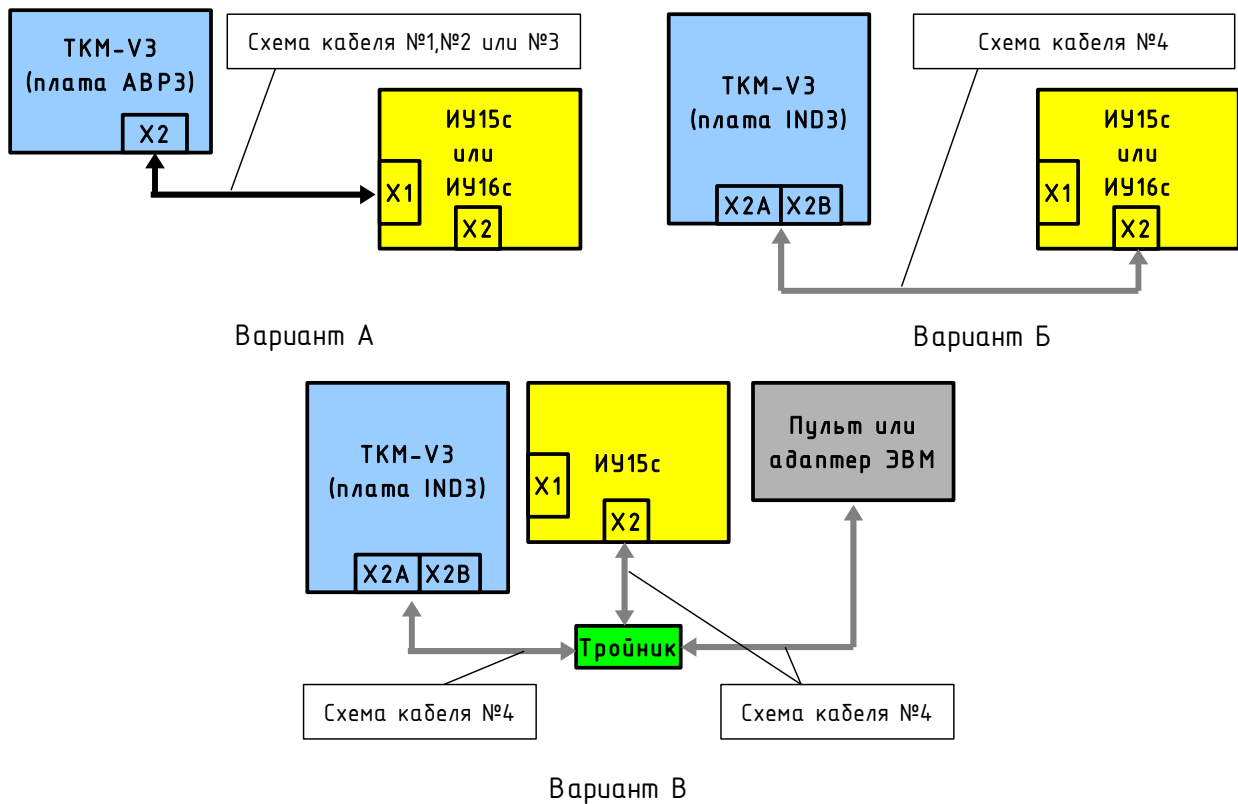

Рис.6. Варианты подключения исполнительного устройства серии ИУ15 и ИУ16. Пояснения в Таблице 2.
12. Подсоедините кабель дистанционного управления между контроллером и исполнительным устройством. Схемы, материал и сечение кабеля управления приведены на схемах 1-5, рис.6 и в табл. 3.